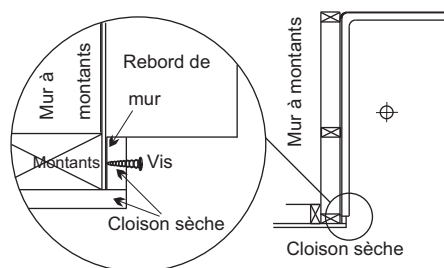

FIGURE 7 : VUE DE DESSUS MONTRANT LA FINITION DE LA CLOISON SÈCHE
- La figure 7 représente la vue de dessus détaillée dans la cas d'une installation avec cloison sèche.